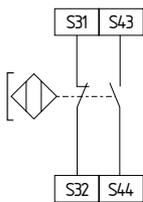

Fig. 14
8.3.3 Configuración del sensor - Control de interruptores magnéticos de seguridad mediante dos canales según EN 60947-5-3 (véase fig. 14)